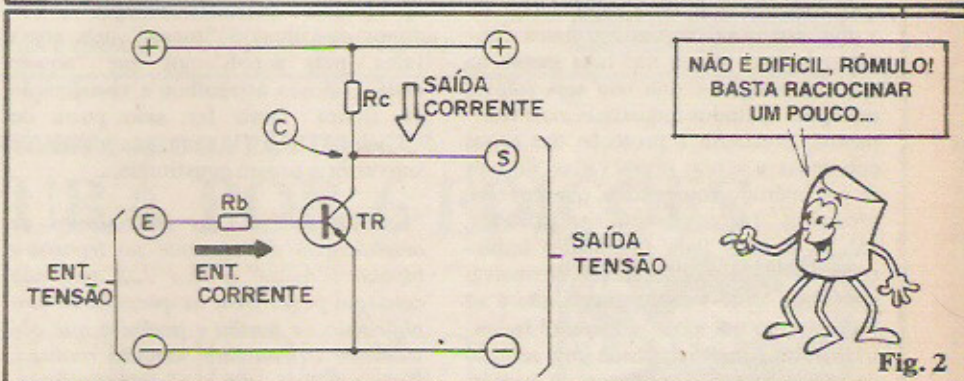

Fig. 2
Conforme foi explicado na 1ª "Aula" do ABC, Rômulo, as grandezas elétricas (Tensão, Corrente, Resistência, Potência...) são interdependentes num circuito ou componente. Observe o esqueminha da fig. 2... uma determinada TENSÃO (maior do que o "degrau" de condução no diodo base/emissor do TR...) na Entrada E, determina, sobre a resistência de base Rb uma pequena CORRENTE (que podemos chamar de "Entrada"...). A partir do **ganho** (fator de amplificação do transistor TR) que vamos situar - como exemplo - em "10" podemos obter, no **coletor** do dito transistor, uma CORRENTE 10 vezes maior. Essa CORRENTE, contudo, pode (e deve...) ser limitada pelo valor ôhmico do próprio resistor/carga de **coletor** (Rc) de modo que o parâmetro Ic (max) de TR não seja "estourado". Lembremos, agora, que o percurso **coletor/emissor** de um transistor bipolar comum pode ser considerado como um "caminho" puramente resistivo entre a linha do **positivo** e do **negativo** da alimentação geral. Assim, se o dito TR conduz **mais** CORRENTE, é sinal de que ficou "menos resistivo", ou seja: a TENSÃO no seu **coletor** (ponto "C") **caiu**... Dá pra notar, então que (dentro da chamada **curva** de funcionamento do TR...) um **aumento** da tensão no ponto "E" gera uma **dimi-**
- FIG. 2-A Podemos, com toda facilidade, "multiplicar" o valor intrínseco do "degrau" de tensão do diodo comum (dentro do "truque" de fazê-lo atuar como um zener...), simplesmente "empilhando" vários componentes...! Conforme sugere os diagramas da figura, se "empilharmos" dois diodos, ambos no sentido **direto** de polarização, teremos uma queda de tensão de aproximadamente 1,2V (ou seja: um "zener" de 1,2V...). Prosseguindo na idéia, se a "fila" for composta por 3
- FIG. 2-B - Transformando o "truque" numa aplicação real... Se determinado circuito ou aplicação **exigir** estabilização e regulação de tensão, na casa de 1,2V (e isso não é tão difícil de acontecer, uma vez que mais e mais micro-circuitos, super-portáteis, trabalham sob alimentação geral de apenas **uma** pilhinha tipo "botão", cuja tensão nominal situa-se entre 1,35V e 1,55V, deduzindo-se daí que o circuito precisa, na realidade, de uma tensão estável **menor** do que tais valores...), podemos improvisar tranquilamente o "nosso zener", empilhando dois diodos comuns de silício (tipo 1N4148, por exemplo...), polarizando-os no sentido **direto** e protegendo o conjunto a partir de um resistor cujo valor será calculado "igualzinho" faríamos no caso de um zener "mesmo"! No caso/exemplo, os 1,2V regulados teriam que se manifestar, na Saída (Vs), num nível de corrente de 5 miliampéres (0,005A). Obtivemos, com as fórmulas já explicadas na parte Teórica da presente "Aula", o valor de 360R para o tal resistor... Os "Alunos" mais desconfiados podem conferir os cálculos e verificar a sua exatidão... Notem ainda que os próprios limites de cor-
rente dos diodos 1N4148 não são (muito pelo contrário...) ultrapassados ou "forçados", com o que podemos esperar do arranjo um funcionamento bastante confiável, mesmo em aplicações relativamente rígidas... Querem um exemplo mais "palpável"...? Então vamos lá: tem esses "chaveirinhos" musicais ou que fazem "mil" sons, baseados em microchips altamente específicos (e que "lá fora", nas Coréias e Taiwans da vida, são produzidos por alguns centavos a unidade...). Então o Leitor/"Aluno" fuçador desmonta um desses bichinhos e resolve adaptá-lo para outro uso, pretendendo alimentar o chip com um par de pilhas pequenas ou mesmo com uma mini-fonte ligada à C.A. Supondo que a dita "tranqueirinha", originalmente, era alimentada por uma única pilhinha "botão", a exata solução mostrada na fig. 2-B "cai como uma luva"...! Experimentando a idéia básica com 2 ou com 3 diodos (gerando então 1,2 ou 1,8V regulados...), com certeza será possível (de forma segura e econômica...) estruturar uma alimentação externa para o tal micro-chip! (Voltaremos a falar sobre improvisações desse gênero, em futuro próximo...).
te", em alguns casos...) na função "zener", igualzinho fizemos com os diodos! Da mesma forma que explicamos para o "truque" com os diodos comuns, o LED "zener" deve ficar **diretamente** polarizado, e a sua intrínseca queda de tensão (diferença de potencial natural, a ser "vencida" na junção...) estabelece o referencial regulado de tensão para a Saída do arranjo! Os cálculos **continuam** a ser feitos da mesma maneira que realizaríamos para zeners "verdadeiros", levando-se em conta os limites de corrente naturais do LED e - principalmente: - lembrando que o "degrau" de tensão inerente é **maior** do que o encontrado nas junções de diodos comuns (ver "Aula" nº 5 do ABC...). Por exemplo: num LED **vermelho**, a queda na tensão direta é de aproximadamente 1,8V (entre 1,7 e 2,0V, tipicamente...). O arranjo pode, então ser utilizado, com quase exata igualdade de condições e parâmetros, no lugar do "outro truque", sugerido no terceiro diagrama da fig. 2-A... Verifiquem! No lugar dos 3 diodos comuns "empilhados", um único LED "fará" os 1,8V que esperamos ver regulados na Saída V_s ...